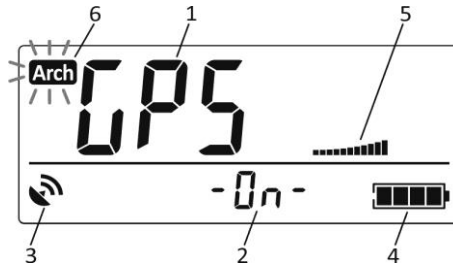

Рисунок 2.30 – РКІ дозиметра
2.3.6.9.2.2 В цьому режимі на РКІ дозиметра відображаються (рис. 2.30):
- символи «GPS» (1) – ознака режиму;
- стан навігаційного приймача (2);
- символ стану навігаційного приймача (3);
- символ стану акумулятора (4);
- індикатор миттєвого значення (5);
- ознака (6) критичного заповнення енергонезалежної пам'яті дозиметра, в якій зберігається історія накопичення АЕД (2.3.4 цієї НЕ).